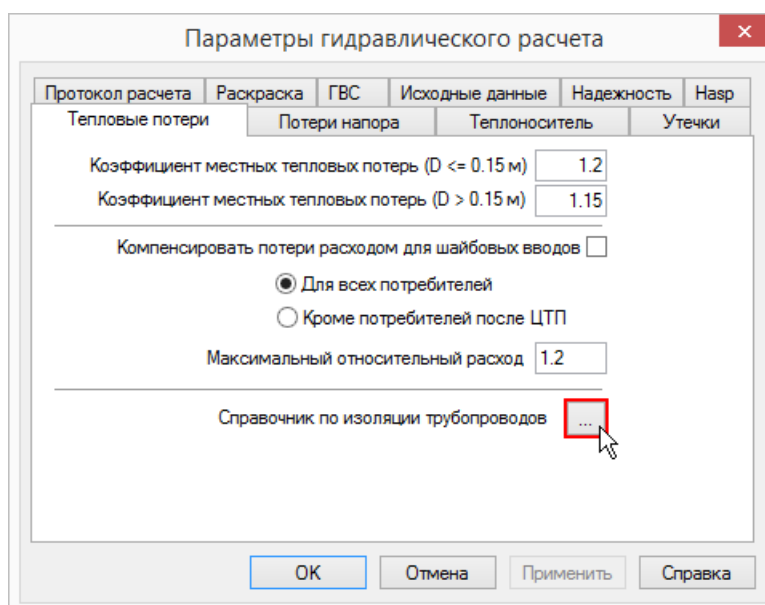

Рисунок 20.35. Диалог настройки расчетов. Вкладка «Тепловые потери»
3. Далее нажмите кнопку Настройки (Рисунок 9.1, «Панель теплогидравлических расчетов»), откроется диалог настройки расчетов для выбранного слоя (смотрите Рисунок 20.35, «Диалог настройки расчетов. Вкладка «Тепловые потери»).